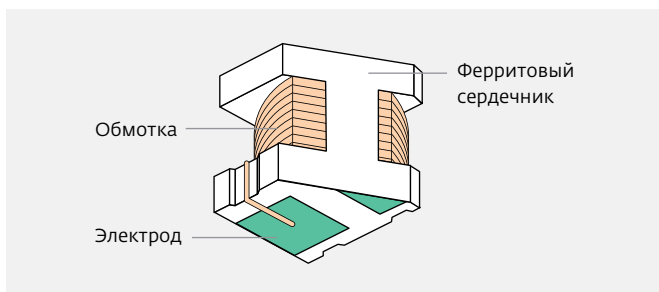

Рис.1. Индуктивность проволочная с ферритовым сердечником для силовых цепей. Возможна герметизация смолой с ферритовым наполнителем
Индуктивные компоненты компании Murata выпускаются только в корпусах для поверхностного монтажа (табл.1), имеют разную конструкцию (рис.1–3). Расшифровка системы обозначений индуктивных компонентов приведена на врезке.
- для силовых цепей и низкочастотных применений – серии LQH, LQM (табл.2 и рис.1, 2);